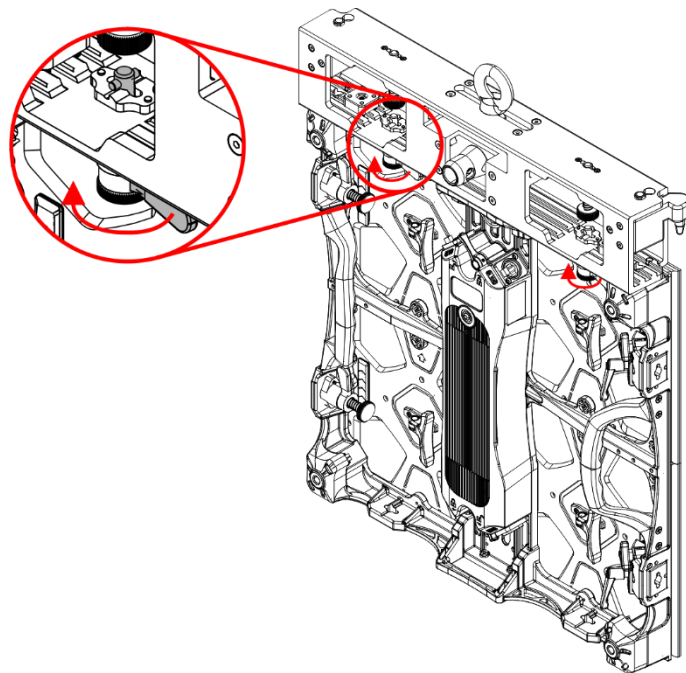

Fig. 35
- 05) Gire la **palanca (C)** en sentido horario para apretarla al dispositivo como se muestra en las Fig. 35 y 36.